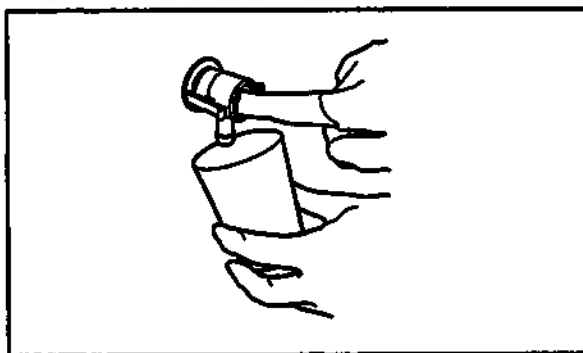

Рис. 4.41
14. Нажмите на сливной коннектор и выпустите небольшое количество остаточного дезинфицирующего раствора из бака (см. рис. 4.41).